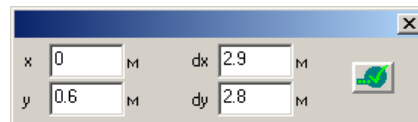

Рис.1.8.3. Окно диалога для указания координат точки и приращения
- В открывшемся окне диалога (рис. 1.8.3) задайте следующие параметры: